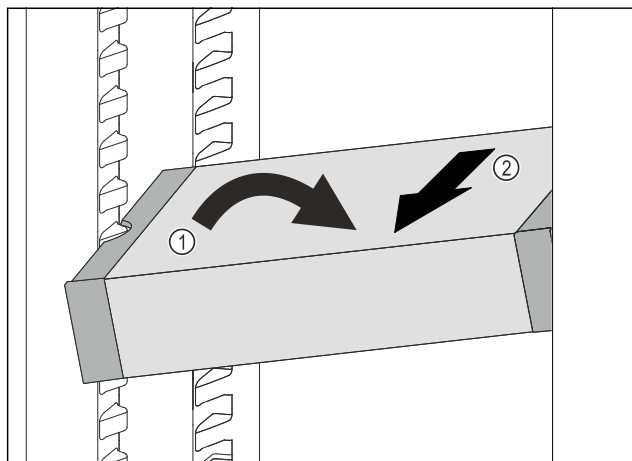

Fig. 99
- Poziționați oblic VarioSafe în frigider. Fig. 99 (1)
- Extrageți VarioSafe spre înainte. Fig. 99 (2)